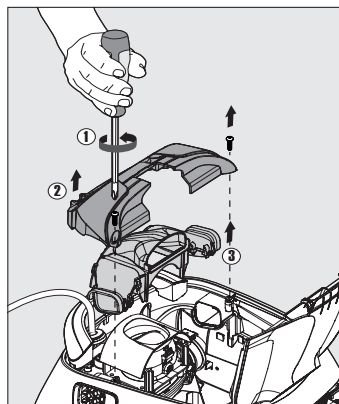

FIGURE 29
1. À l'aide d'un tournevis cruciforme n°2, retirez les deux vis qui maintiennent le couvercle intermédiaire et l'ensemble collecteur en place. Ces vis se trouvent dans les coins intérieurs du couvercle intermédiaire. Voir **Figure 29**.
3. Retirez délicatement le couvercle intermédiaire (élément n° 2 de la **Figure 29**) du nettoyeur et mettez-le de côté.
4. Retirez délicatement l'ensemble collecteur (élément n° 3 de la **Figure 29**) du nettoyeur et mettez-le de côté.